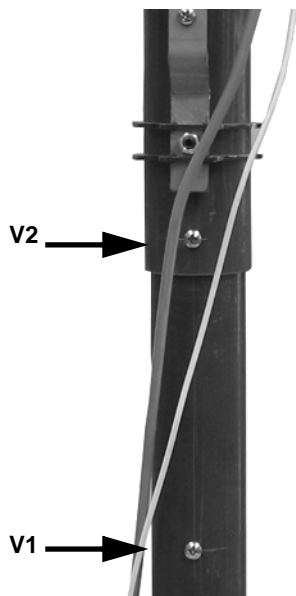

Рис. 18
- 1 Снять винты V1 и V2, указанные на Рис. 18